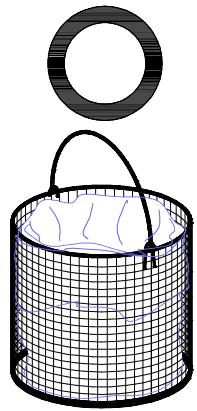
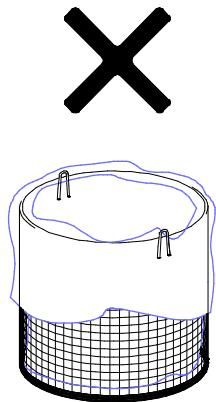

図 4
図 5
- 開いたバグの口は必ず金網カゴの内側で折り返してください。(図 4, 図 5)